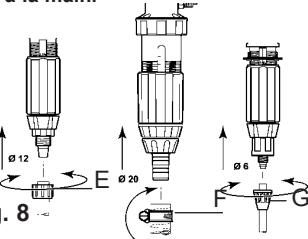

Fig. 8
- Dévisser l'écrou (Fig. 8-G) du bas de la partie dosage et enfiler le tuyau d'aspiration dans l'écrou.
- Dévisser à l'aide d'un tournevis le collier (Fig. 8-F) monté sur le tuyau d'aspiration.